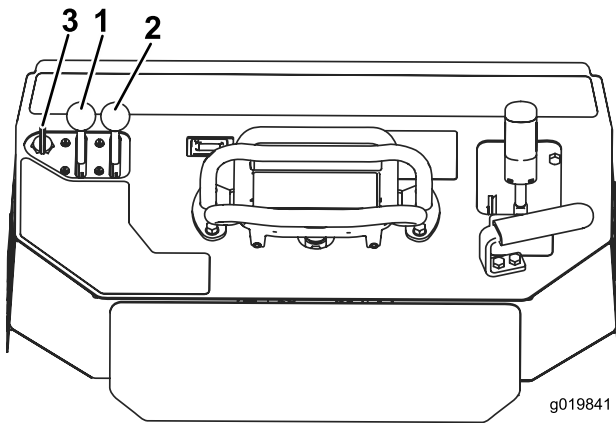

Figure 19
1. Réglez la commande d'accélérateur à mi-course entre les positions bas et haut régime (Figure 19).
2. Placez la commande de starter en position en service (Figure 19).
3. Tournez la clé de contact en position contact (Figure 19). Relâchez la clé quand le moteur démarre.
4. Amenez progressivement la commande de starter en position hors service (Figure 19). Si le moteur cale ou hésite, engagez de nouveau le starter jusqu'à ce que le moteur soit chaud.
5. Réglez la commande d'accélérateur à la position voulue (Figure 19).
2. Placez la commande d'accélérateur à la position bas régime (Figure 19).
3. Tournez la clé de contact en position Arrêt (Figure 19).